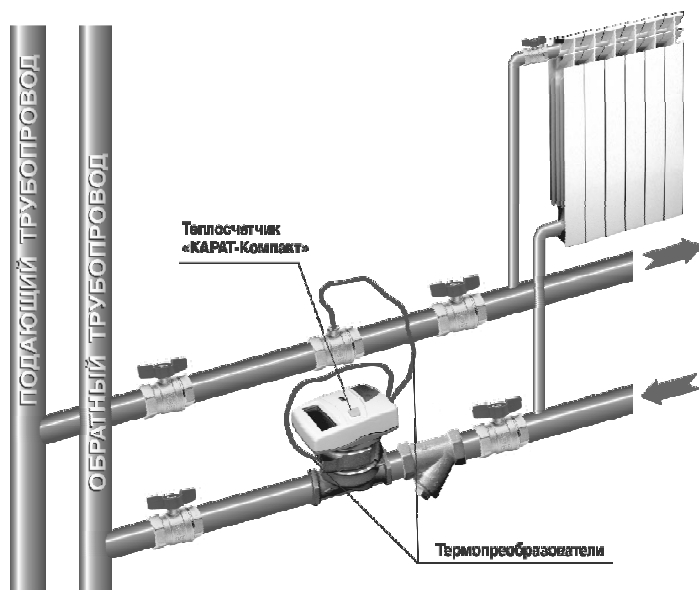

Рисунок 4.1 – Схема монтажа теплосчетчика КАРАТ®-Компакт в обратный трубопровод с установкой термопреобразователя в тройник с использованием гильзы
- в тройник с использованием гильзы (рис. 4.1);